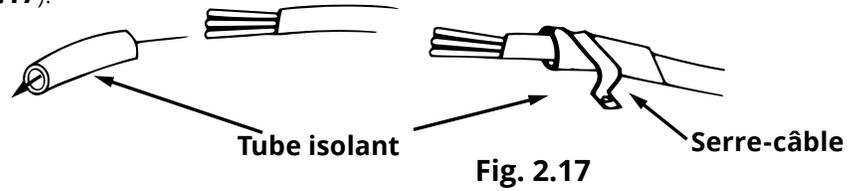

Fig. 2.17
5. Passer le fil de connexion et le câble d'alimentation à travers le tube isolant. Ensuite, fixer les fils avec des serre-fils (comme indiqué dans la Fig. 2.17).